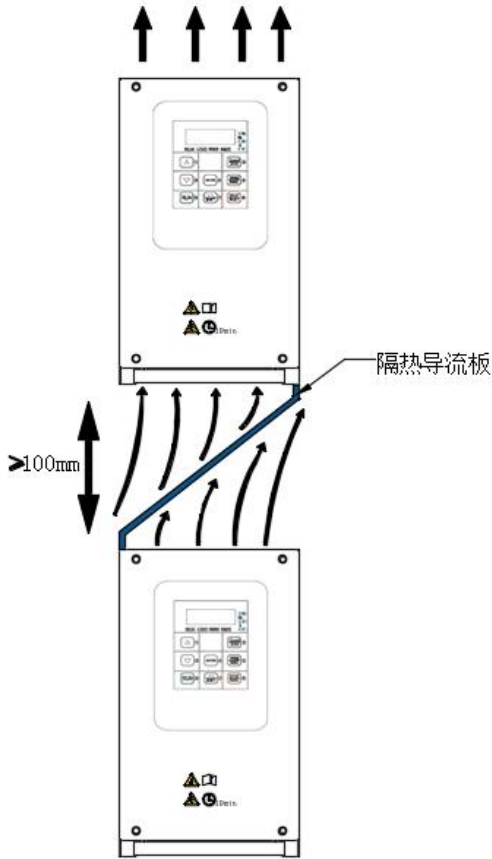

图1-5. A500变频器安装示意图
- 1) 请垂直安装变频器，便于热量向上散发。但不能倒置。若柜内有较多变频器时，最好是并排安装。在需要上下安装の場合，请参考图1-5的示意，安装隔热导流板。